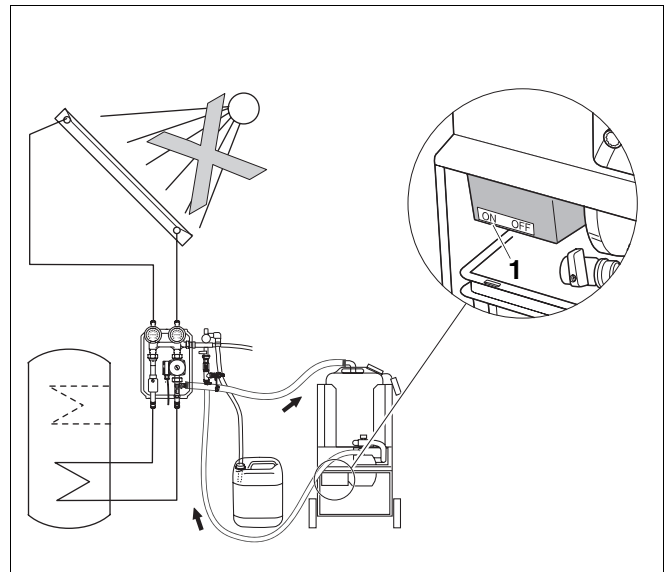

Abb. 14 Pumpe einschalten
- ▶ Schalten Sie die Pumpe ein (Abb. 14, **Pos. 1**).